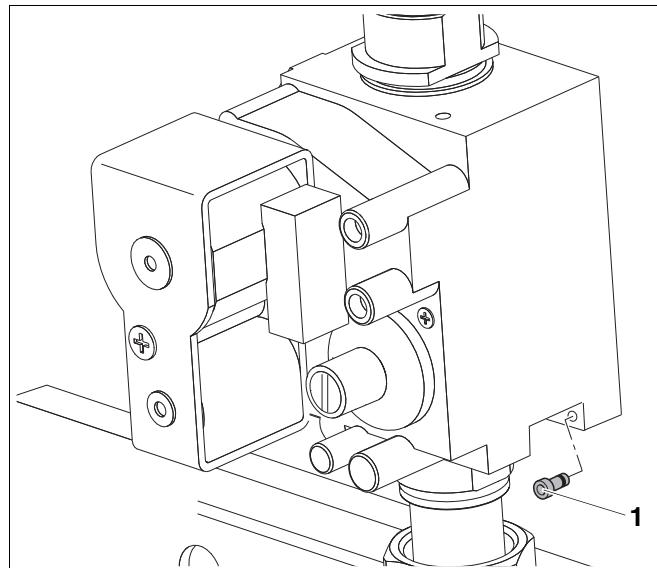

Рис. 47 Монтаж и демонтаж переходника для сжиженного газа
- Вставить переходник для сжиженного газа вместе с уплотнением (рис. 47, **поз. 1**).
- Вынуть переходник для сжиженного газа (рис. 47, **поз. 1**).